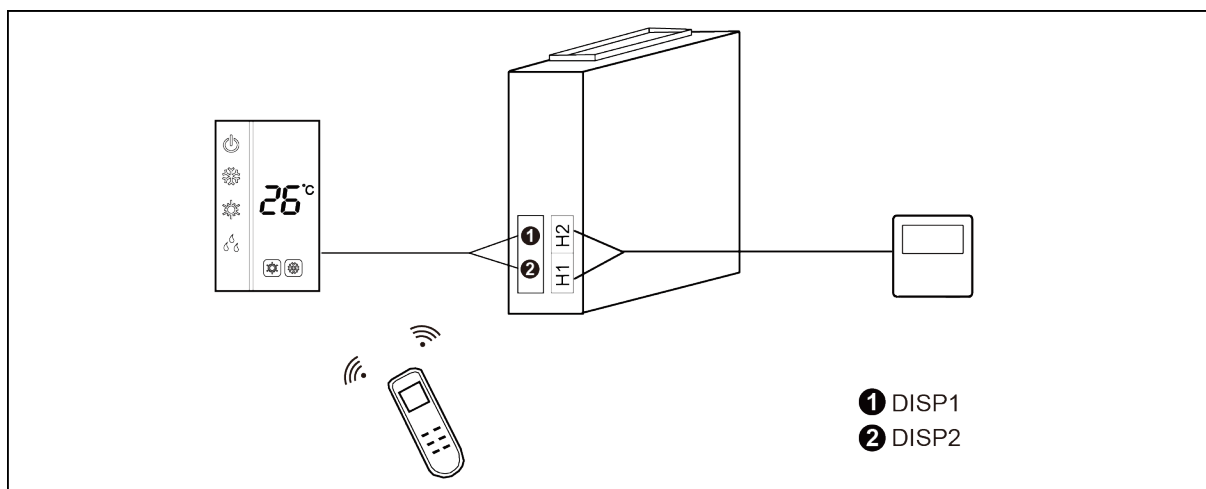

Fig. 5.4.3
- 3) Le contrôleur filaire et le panneau de réception peuvent être installés en même temps. Lors de l'utilisation avec une télécommande, le contrôleur filaire et le panneau de réception peuvent tous les deux recevoir les signaux, comme illustré à la Fig.5.4.3.